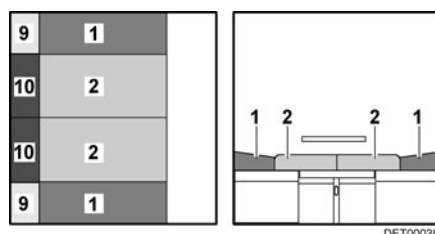

Fig. 107 Après la transformation
- Tirer les coussins d'assise (Fig. 107,2) vers l'avant et le milieu.
- Placer les coussins de dossier (Fig. 107,1) entre les coussins d'assise et la cloison.
- Placer les coussins supplémentaires (Fig. 107,9) entre les coussins de dossier et la cloison.
- Placer les coussins supplémentaires (Fig. 107,10) entre les coussins d'assise et la cloison.
- ▷ Suivant le modèle, deux petits coussins supplémentaires doivent être installés à la place du second coussin de dossier (Fig. 107,1) et du second coussin supplémentaire (Fig. 107,9).